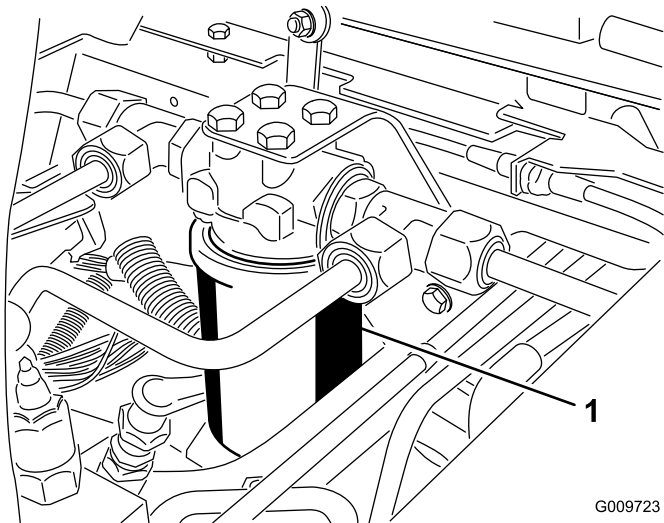
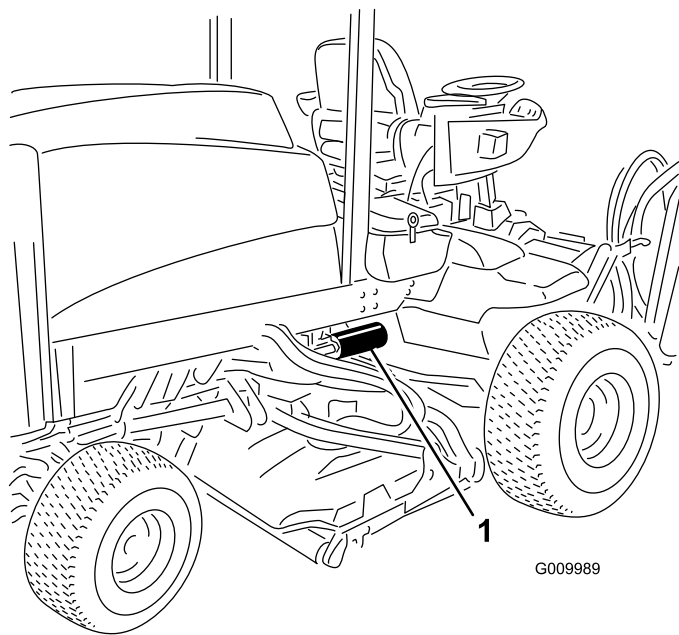

Figura 54
Figura 55
2. Limpie la zona de montaje del filtro. Coloque un recipiente debajo del filtro y retire el filtro (Figura 54 y Figura 55).